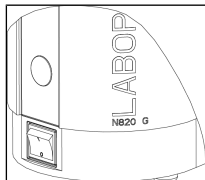

Abb.6: Pumpe ein- und ausschalten mit Netzschalter
- Schalten Sie die Pumpe mit dem Netzschalter ein (siehe Abb. 6).